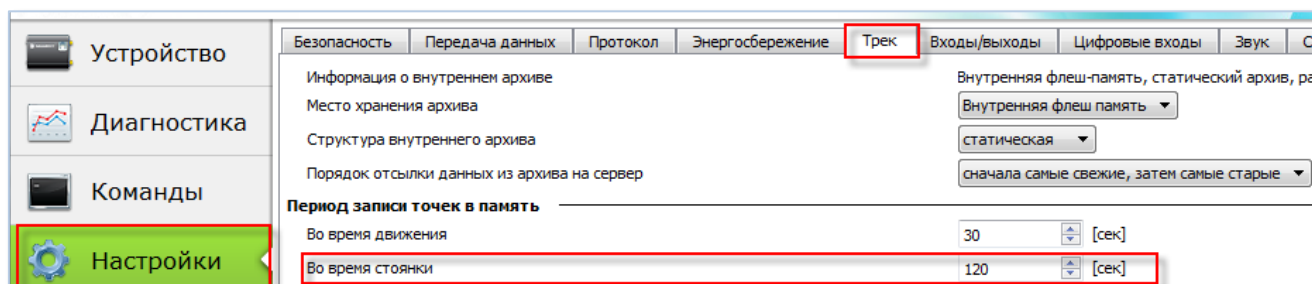

Рисунок 3. Настройка периода записи точек во время стоянки
3. В разделе «Период записи точек в память» установите нужные значения в поле «Во время стоянки» в секундах (Рис.3.);